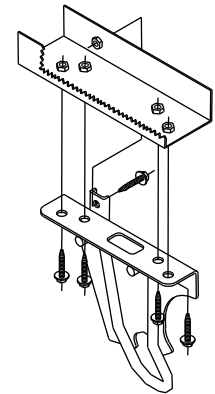

Figure 2
①	Qté (4)	M10 X 1.25 X 40mm CL 8.8	②	Qté (4)	Rondelle conique dentée 3/8
1. Abaisser le tuyau d'échappement en enlevant deux (2) supports de tuyau d'échappement en caoutchouc du côté conducteur et un (1) du côté passager.
2. Enlever le support de crochet de remorquage (voir figure 2) en retirant cinq (5) boulons M10 et le remettre au propriétaire du véhicule.
3. Soulever l'attelage en position et installer quatre (4) boulons M10 x 1.25 x 40mm et rondelles coniques dentées, deux (2) de chaque côté.